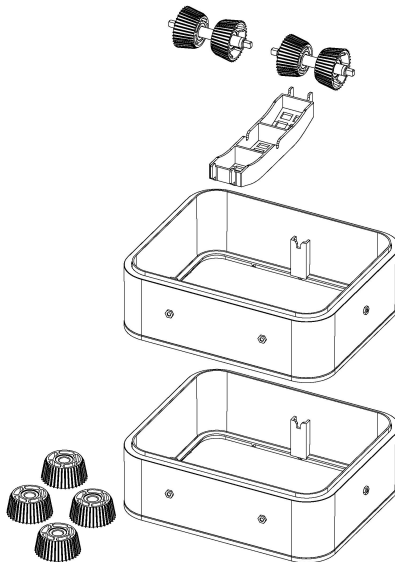
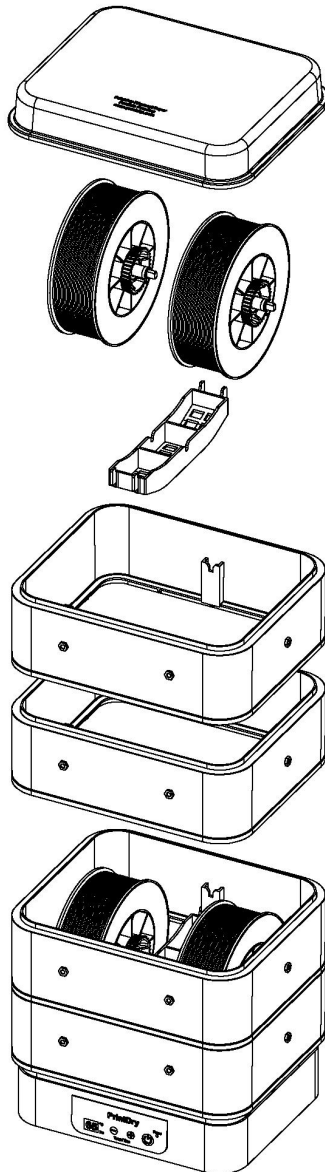

Abb.8 Zusätzlicher Kammersatz
Abb.9 Verwendung des zusätzlichen Kammerbausatzes (ACK-PRO)
- Ein zusätzlicher Kammersatz (Abb. 8) kann oben angebracht werden, um 2 zusätzliche Filamentspulen aufzunehmen, wie in Abb. 9 gezeigt.